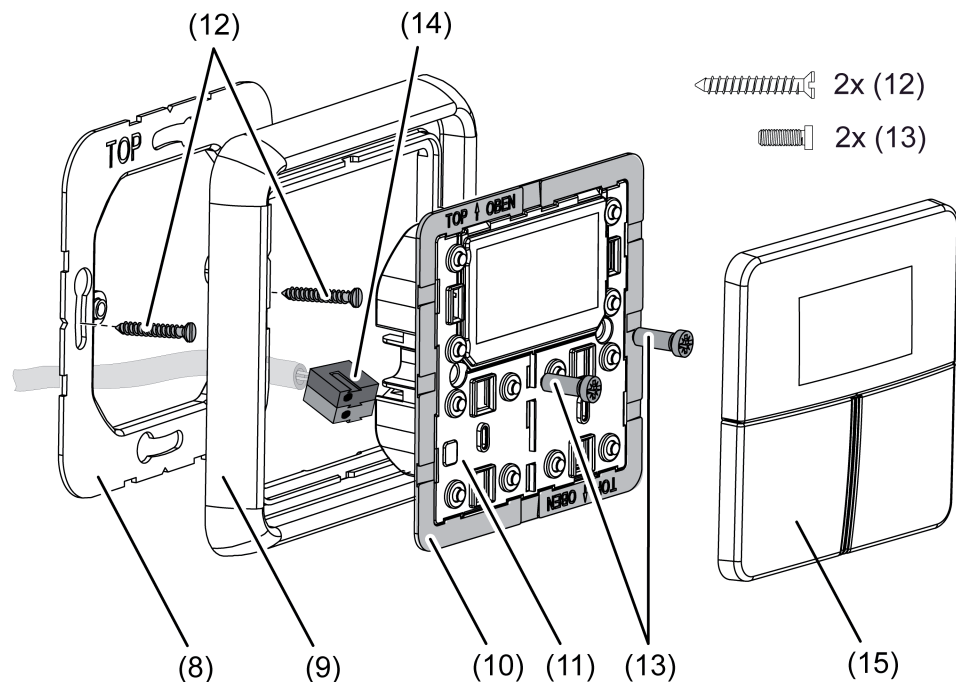

Bild 3: Montage des Raumcontroller-Modul
- Adapterrahmen (10) lagerichtig von vorn auf das Raumcontroller-Modul (11) aufrasten (Bild 3). Kennzeichnung **TOP** = oben/vorne beachten.